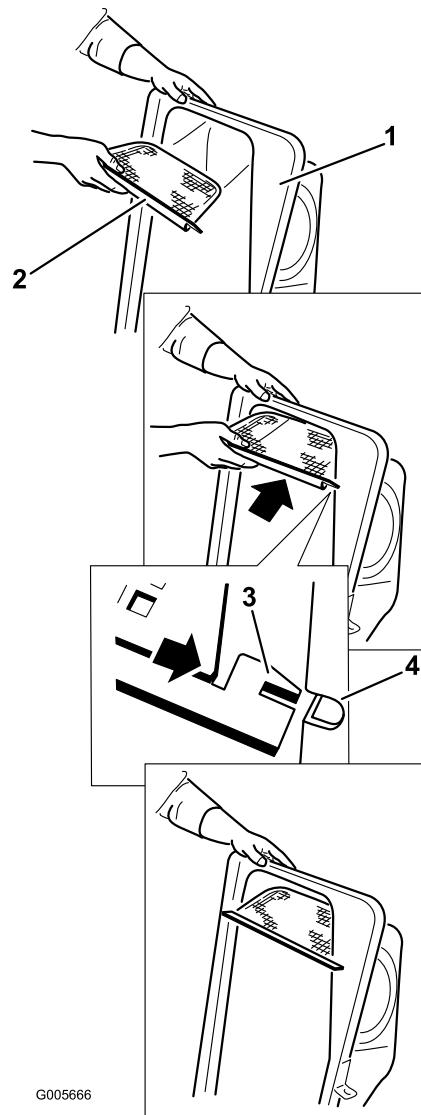

Bild 13
2. Setzen Sie das Gitter so ein, wie in Bild 13 abgebildet, dass es sich nach unten zu den Grasfangkörben neigt.